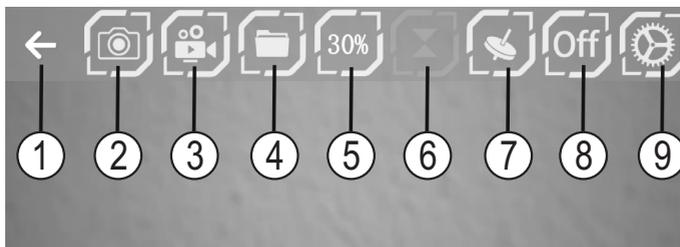
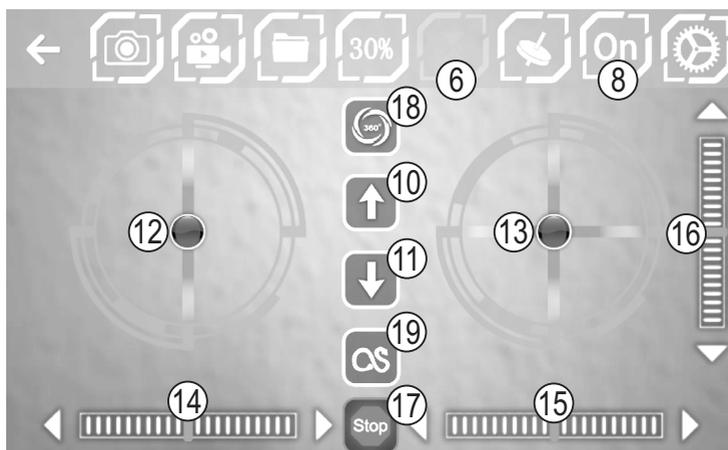
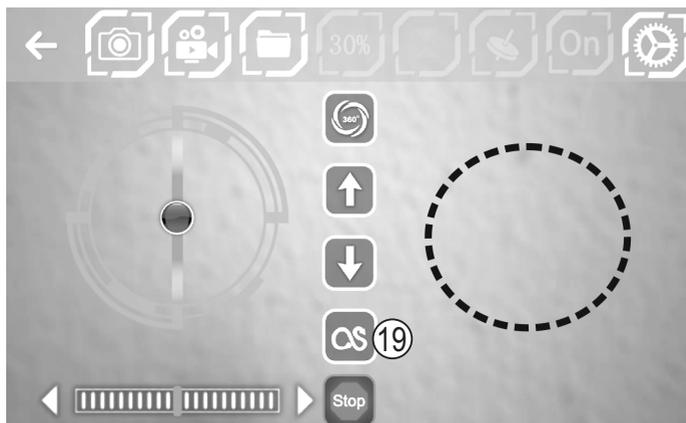

Figure 14
Figure 16
Figure 17
Lorsque vous sélectionnez « CONNECT » (B), l'interface utilisateur indiquée à la figure 14 s'ouvre.
Les icônes indiquées à la rangée supérieure (1 - 9, cf. figure 14) ont les fonctions suivantes :
Avant ou pendant le fonctionnement, vous pouvez également prendre une photo ou démarrer une vidéo avec la caméra du drone en sélectionnant l'icône correspondante sur votre smartphone (voir figure 14, pos. 2 ou 3).
→ L'application ne permet pas de prendre des photos en rafale. En appuyant sur l'icône correspondante (figure 14, pos. 2), la caméra est activée. En relâchant l'icône, la photo est prise. Vous pouvez arrêter un enregistrement vidéo en réappuyant sur l'icône correspondante (figure 14, pos. 3).
Une fois le fonctionnement en vol configuré, vous pouvez visualiser directement les photos et les vidéos enregistrées sur votre smartphone. Sélectionnez pour cela l'icône correspondante sur l'écran (figure 14, pos. 4). Une nouvelle fenêtre apparaît.
Après le démarrage de l'application, différents éléments de commande apparaissent sur l'écran du smartphone en plus de l'image de la caméra (voir figure 16). En plus des éléments de commande déjà connus relatifs à la caméra (voir figure 14, pos. 2 - 4), après sélection de l'icône correspondante (figure 16, pos. 6 et 8), les éléments de pilotage d'une radiocommande s'affichent également. Avec l'élément de pilotage gauche (figure 16, pos. 12), comme avec une radiocommande, vous pouvez contrôler à la fois la hauteur et la rotation autour de l'axe vertical du drone (lacet). L'élément de pilotage droit (figure 16, pos. 13) permet de commander le tangage et le roulis.
La figure 16 indique les éléments de trim pour le lacet (pos. 14), le roulis (pos. 15) et le tangage (pos. 16).
Sélectionnez « CONNECT ». Les éléments de commande de l'application apparaissent à l'écran (voir aussi figure 14) ainsi que l'image vidéo de la caméra intégrée au modèle.
Sélectionnez l'icône indiquée à la figure 14, pos. 8, puis l'icône de la figure 14, pos. 6. Tous les éléments de commande s'affichent (semblables aux leviers de commandes de l'émetteur) comme des « points » ainsi que tous les autres éléments de pilotage nécessaires au fonctionnement (voir figure 16).
Sélectionnez l'icône indiquée à la figure 16, pos. 10. Les rotors démarrent et le modèle se soulève pour atteindre une hauteur de vol d'environ 1,5 mètre devant vous.
Les deux éléments de pilotage (les points, voir figure 16, pos. 12 + 13) sur l'écran du smartphone représentent les leviers de commandes de la radiocommande et peuvent également être utilisés comme tels. Tenez le smartphone dans vos mains. Touchez chacun des points avec un doigt (de préférence avec le pouce) et pilotez le modèle comme cela est expliqué pour l'émetteur aux chapitres 11 et 12.
Lorsque vous souhaitez à nouveau faire atterrir le modèle, déplacez l'élément de pilotage gauche (figure 16, pos. 12) lentement vers l'arrière. Vous pouvez également lancer un atterrissage automatique en sélectionnant l'icône à la figure 16, pos. 11.
Dans la configuration de base (voir figure 14, pos. 5), l'application est paramétrée à env. 30 % des mouvements de commande maximum possibles. Cela correspond au mode débutant (voir chapitre 11). Les fonctions de commande sont limitées dans leur mode d'action.
Si vous sélectionnez à nouveau l'icône indiquée à la figure 14, pos. 5, le pilotage passe à environ 60 % des mouvements de commande. Cela correspond au mode avancé. Le modèle réagit plus sensiblement aux ordres de commande.
La fonction Flip est active lorsque vous sélectionnez l'icône indiquée à la figure 16, pos. 18. Puis faites glisser l'élément de pilotage droit (figure 16, pos. 13) par ex. vers l'avant pour que le drone effectue un « flip » vers l'avant (un tonneau). Consultez pour ce faire aussi les indications du chapitre 12.
L'icône de la figure 16, pos. 19 permet d'activer la fonction « Trajectoire ». L'élément de pilotage gauche reste visible et peut être utilisé pour le pilotage (haut/bas et lacet). L'élément de pilotage droit disparaît. Vous pouvez ici dessiner sur l'écran du smartphone une trajectoire de vol (voir figure 17, par ex. un cercle). La trajectoire dessinée est alors automatiquement effectuée par le drone. Pour ce faire, faites voler le modèle de façon stationnaire et activez l'icône #19. Dessinez maintenant une trajectoire sur l'écran. Une fois le dessin de la trajectoire terminé (retirez votre doigt de l'écran du smartphone), le drone se met immédiatement à décrire la trajectoire dessinée.
L'icône de la « roue dentée » (figure 14, pos. 9) permet d'afficher des icônes supplémentaires pour l'utilisation du modèle.
Pour piloter votre drone avec les capteurs de position, vous devez d'abord avoir réalisé tous les préparatifs pour le décollage décrits au chapitre 14. b). Si ces derniers ont été effectués avec succès, sélectionnez l'icône de la figure 14, pos. 7 de manière à ce qu'elle s'allume. Le pilotage est désormais réalisé à l'aide des capteurs de position du smartphone.
Pour décoller ou atterrir, réappuyez sur l'icône de « décollage automatique » (figure 16, pos. 10) ou d'« atterrissage automatique » (figure 16, pos. 11).
L'élément de pilotage gauche (figure 16, pos. 12) sur l'écran du smartphone vous permet de commander la hauteur ainsi que la rotation autour de l'axe vertical.